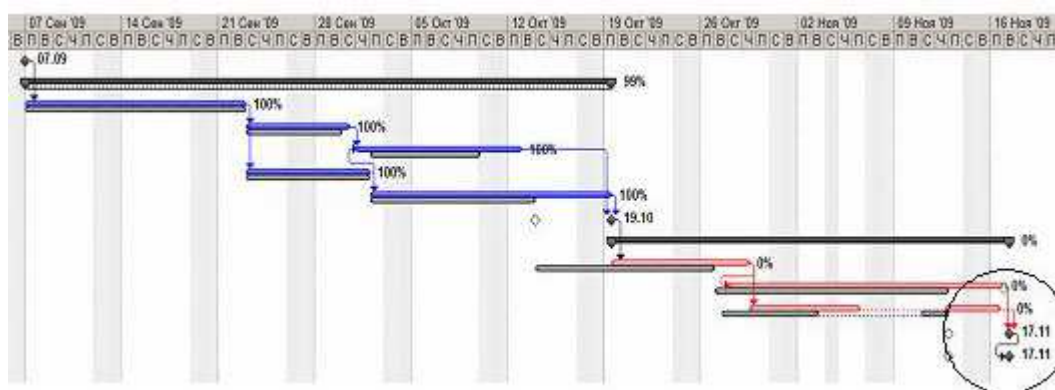

Рисунок 6.2 – Отставание выполнения проекта от плана
11. Переключиться в диаграмму Ганта с отслеживанием. Результат – в связи с тем, что фактическое выполнение задач отстало от ранее запланированного графика, выполнение проекта в целом отстает от базового плана – рисунок 6.2.